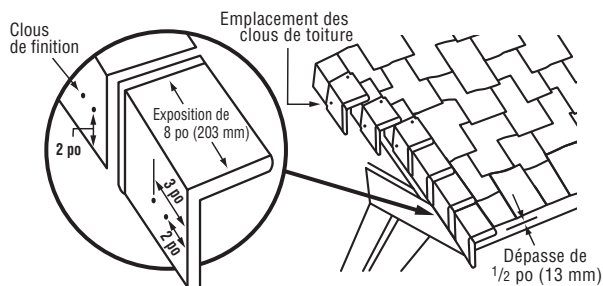

Figure 12-17 : Pose sur les versants.
**Versant** – Vérifier que les bardeaux sur le versant affleurent avec le bord extérieur de la planche du versant. Employer des bardeaux Mountain Ridge en les ajustant parfaitement contre la planche du versant. À l'aide de deux clous de finition ou de panneaux en aluminium de couleur coordonnée, fixer la pièce à la rive de toit à 2 po (50 mm) du bord inférieur et à 2 po (50 mm) et 3 po (75 mm) du bord avant du bardeau. (*Voir figure 12-17*)